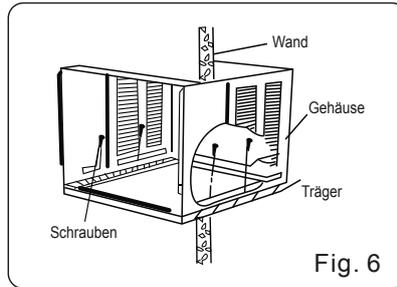

Fig. 6
2. Vor dem Einschalten den Transportschutz vom Kompressor entfernen und vor dem Einschleusen des Gerätes in das Gehäuse versichern, dass die Auslässe zur Kondensatwanne fluchten (Fig. 6).